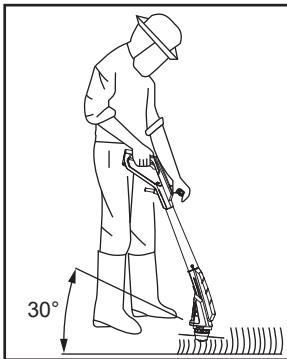

Fig. 8
4. Mantenga el cabezal de corte (10) justo por encima del terreno formando un ángulo de aproximadamente 30° (Fig. 8).